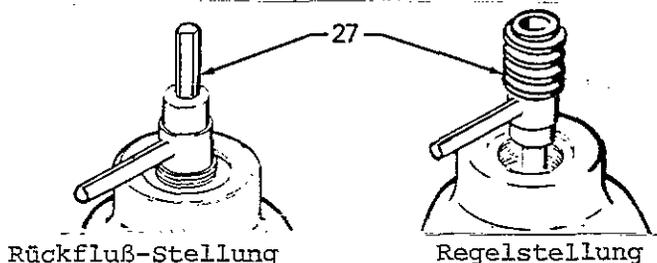

Abb. 2
Vor dem Öffnen des Absperrventiles am Auslaß oder dem Anfahren der Pumpe, Sechskantende des Schlüssels (27) in Einstellschraube (9) einführen und gegen Uhrzeigersinn drehen, bis die Federspannung aufgehoben ist, siehe Abb. 2 und 3.
Um die Farbe oder eine andere Flüssigkeit aus dem Regler zu entfernen, Zuführpumpe absperrern und den Leitungsdruck durch öffnen des Rückdruckventiles oder eines anderen By-pass-Ventiles entlasten. Reglerventil durch weitestmögliches Einschrauben des Gewindeteiles des Schlüssels (27) in die Kappe öffnen, siehe Abb. 2. Luftkappenring der Spritzpistole ca. drei Umdrehungen losdrehen, einen Lappen fest um das Kappenende wickeln und dann die Pistole abziehen.